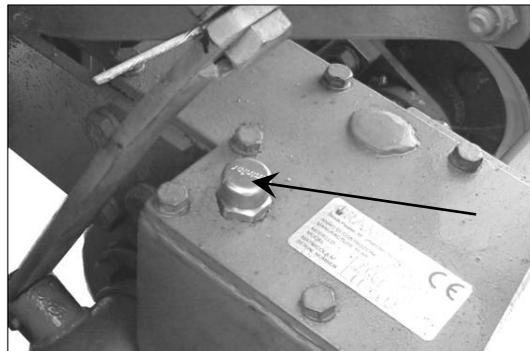

Fig. 19 – Tappo livello olio cambio
- Controllare il livello dell'olio nella scatola cambio (Fig. 19) ed aggiungere se necessario olio con viscosità SAE 85W140
- Sostituire l'olio nella scatola cambio (Fig. 19) (utilizzare il tappo di scarico posto nella parte inferiore della scatola)